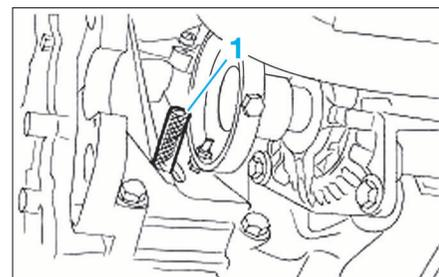
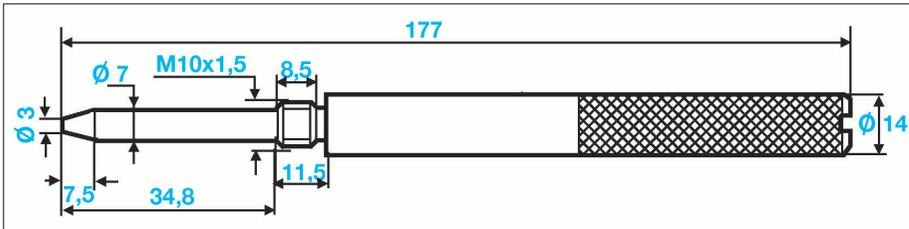

FIG. 12
FIG. 13
- Déposer le bouchon situé à l'avant droit du bloc-cylindres, devant l'alternateur et sous la pompe d'injection, puis le remplacer par une pige appropriée (1) (Fig.12) (outil Ford 21-104, voir cotes de réalisation (Fig.13)).
- Tourner le vilebrequin, dans le sens horaire, pour l'amener au PMH en butée contre la pige (1) (Fig.12).
- Remettre en place la pige de calage du vilebrequin et continuer de tourner ce dernier pour l'amener en butée contre la pige (le repère de la poulie de vilebrequin doit être aligné) (voir Fig.12).